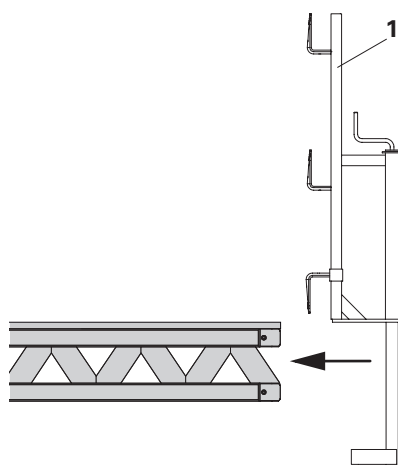

Fig. A4.02
1. L'area per l'appoggio (1.6) deve essere pulita e senza irregolarità. (Fig. A4.02)